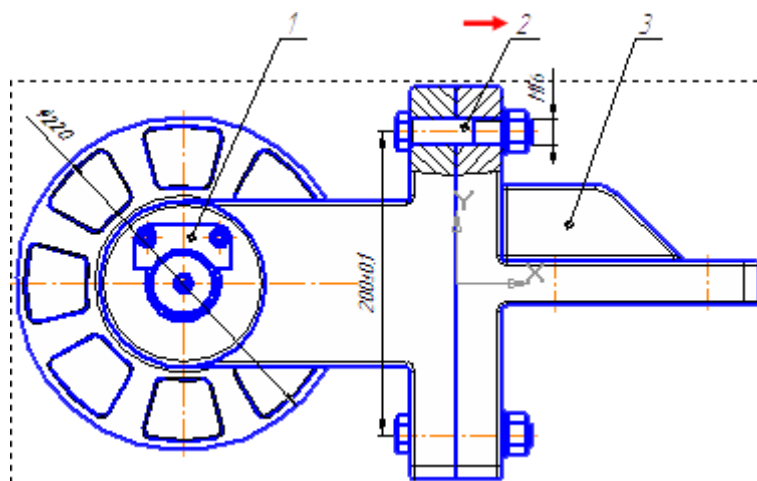

Рисунок 8.
- Проставьте размеры, обозначение центра, осевые линии и введите позиционные линии-выноски. Очередность построения выносок не имеет значения (рис.8).